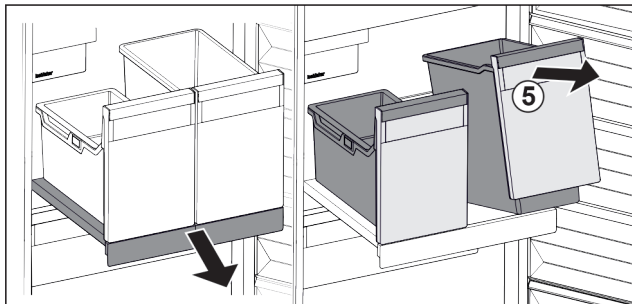

Fig. 80
- ▶ Sollevare il contenitore Fig. 80 (5) dal lato anteriore.